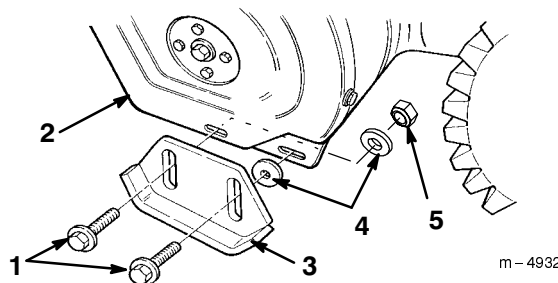

Figure 17
3. Enlevez les deux boulons à embase et rondelles plates qui fixent chaque extrémité de la lame racleuse aux plaques latérales (Fig. 17).
5. Introduisez une rondelle **entre chaque patin et plaque latérale** (Fig. 17). Ne serrez pas les boulons.
7. Introduisez une rondelle et un contre-écrou **derrière (à l'intérieur de) la plaque latérale** (Fig. 17). Ne serrez pas les boulons.